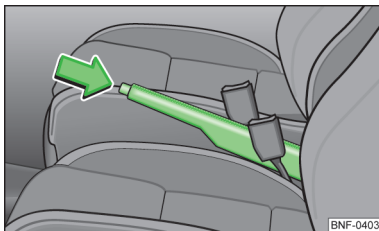

Fig. 82
- » Trageți puțin în sus maneta frânei de mână și apăsați **simultan** butonul de blocare » fig. 82.